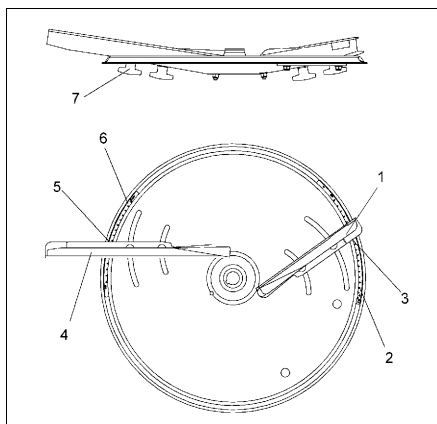

Рис. 39
- Открутите обе барашковые гайки (Рис. 39/7) под распределяющими дисками.
- Грань с делениями для считывания (Рис. 39/3) короткой лопасти (Рис. 39/1) переместите на значение „14“ шкалы (Рис. 39/2) и снова прочно затяните барашковые гайки.
- Грань с делениями для считывания (Рис. 39/5) длинной лопасти (Рис. 39/4) переместите на значение „47“ шкалы (Рис. 39/6) и снова прочно затяните барашковые гайки.